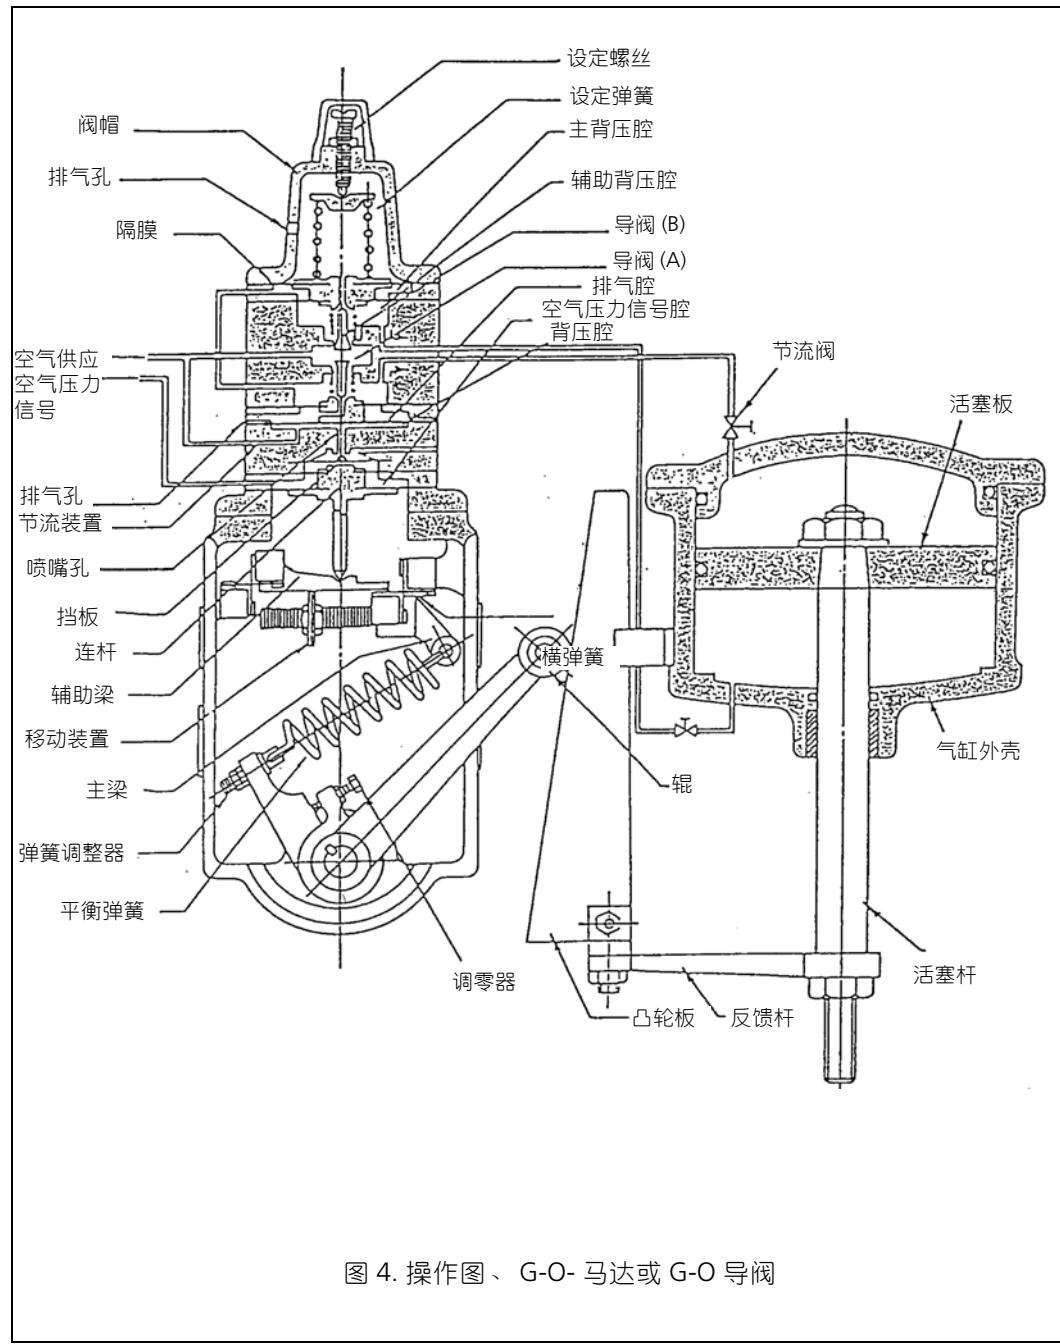

图 4. 操作图、G-O- 马达或 G-O 导阀
G-O- 导阀 (参见图 4.)
1.2 操作(参见图4.)